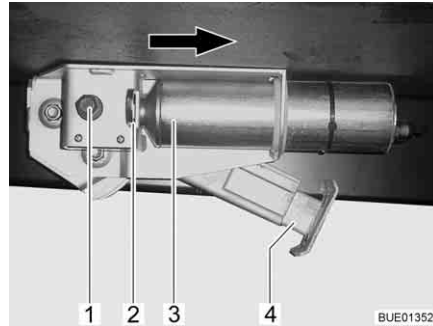

Bild 30 Elektrische Hubstütze am Fahrzeug
- Innerhalb von 2 Sekunden die Taste "Hubstütze ausfahren" (Bild 29,3) drücken und so lange halten, bis der Stützfuß (Bild 30,4) auf dem Boden aufliegt.
- Innerhalb von 2 Sekunden die Taste "Hubstütze einfahren" (Bild 29,1) drücken und so lange halten, bis der Stützfuß (Bild 30,4) komplett einfahren ist. Wenn die Hubstütze komplett eingefahren ist, ertönt ein Kontrollsignal.
- Sicherungsbügel (Bild 30,2) nach innen drücken.
- Motor (Bild 30,3) bis zum Anschlag in Pfeilrichtung verschieben.
- Die Hubstütze wie eine mechanische Hubstütze über den Sechskant (Bild 30,1) aus- bzw. einfahren.
Wenn die Störung behoben ist: Motor entgegen der Pfeilrichtung in die Ausgangslage schieben. Den Sicherungsbügel (Bild 30,2) bis zum Einrasten herausziehen.